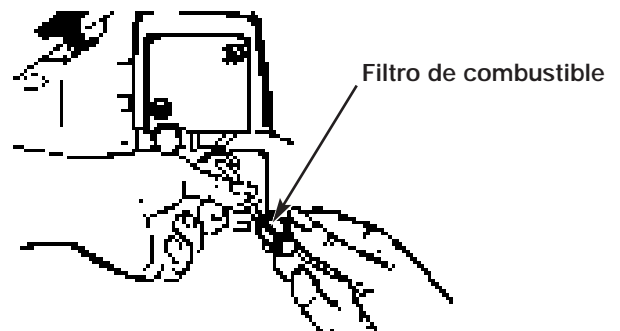

Fig. 23
2. Jalar hacia afuera con un movimiento giratorio (Fig. 23).